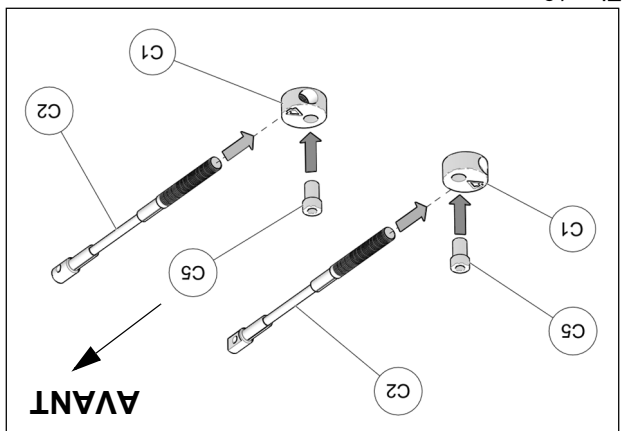

Fig. 19
10. Assembler les câbles des limiteurs de conduite (C2), les extrémités en aluminium (C1) et les bagues espaces (C5) tel que montré à la Fig. 19